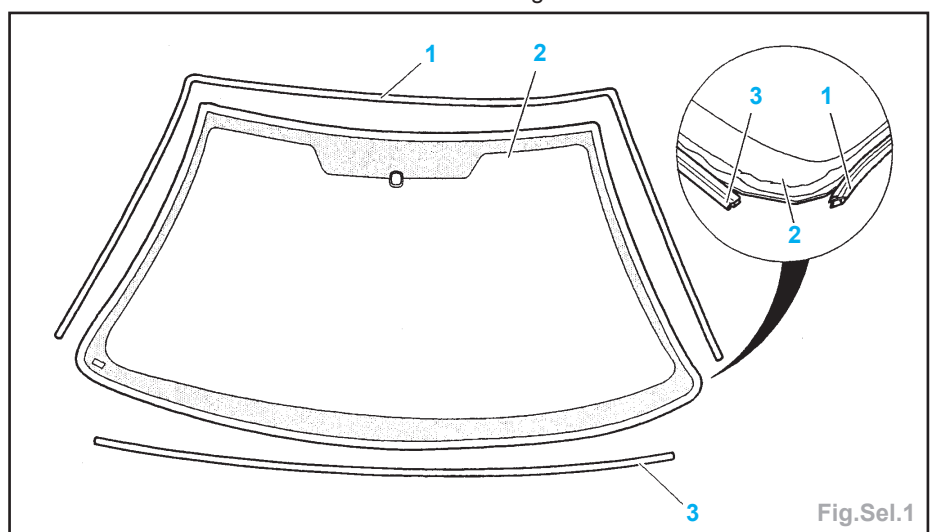

Fig.Sel.1
- Reposer (Fig.Sel.1) :
- le jonc de finition du pare-brise (1),
- le jonc inférieur (3).